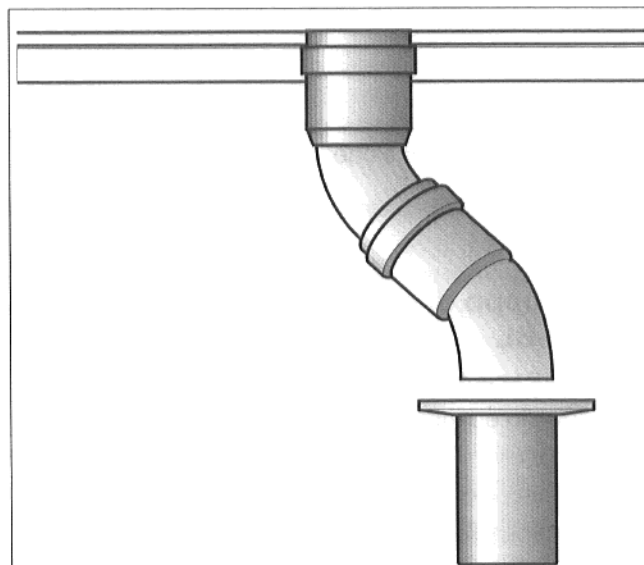

Fig. 14: sifone ad imbuto
- Montare il sifone ad imbuto (Fig. 14).
- Montare 2 curve da 45° allo scarico della condensa (AKO) (Fig. 14).